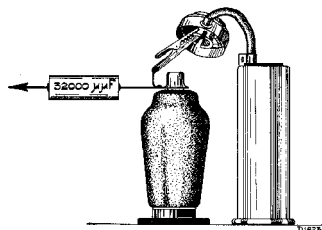

Fig. 3
De roosterkring wordt aan het rooster aangesloten en het signaal aangelegd via een condensator van 32000 μF (zie fig. 3). De volumeregelaar moet altijd op maximum gedraaid worden; als het signaal te sterk is, moet men de verzwakker van de service zender terugdraaien. Wat betreft het trimmen van de H.F.- en generatorkringen het volgende:
2. Gemoduleerd signaal van 128,5 Kc aanleggen aan rooster L2 via een condensator $32000 \mu\text{F}$ (fig. 3). S34 dempen met 50000 Ohm, C42 op max. output trimmen. Demping wegnemen.